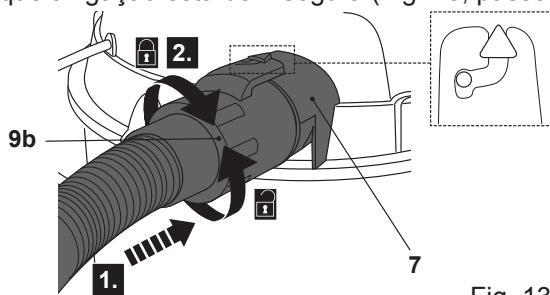

Fig. 13
- > Alinhe a seta no conector da mangueira (9b) com o marcador na abertura exterior da saída de ar (7) e deslide o conector da mangueira para a saída de ar (Fig. 13, passo 1).
- > Rode o conector da mangueira (9b) no sentido dos ponteiros do relógio e certifique-se de que a ligação está bem segura (Fig. 13, passo 2).